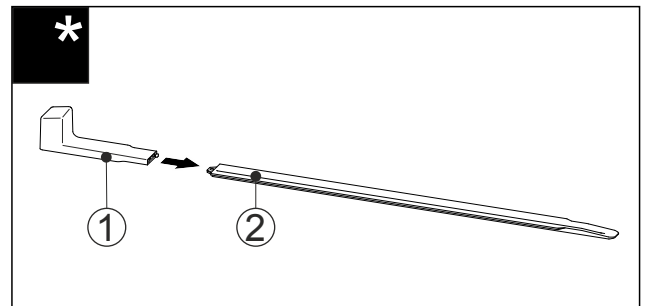

Fig. 60
- Montagegriff Fig. 60 (1) an die Nivellierschiene Fig. 60 (2) stecken.